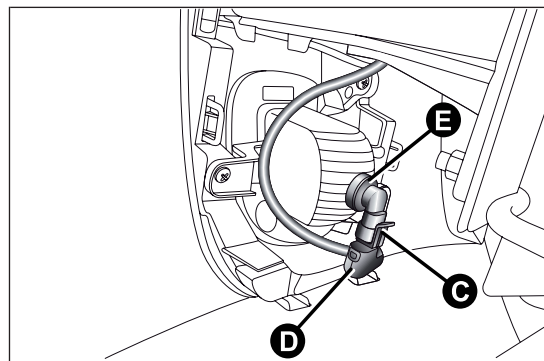

fig. 131
- ☐ actuar en la ballestilla C y soltar el conector eléctrico D fig. 131;